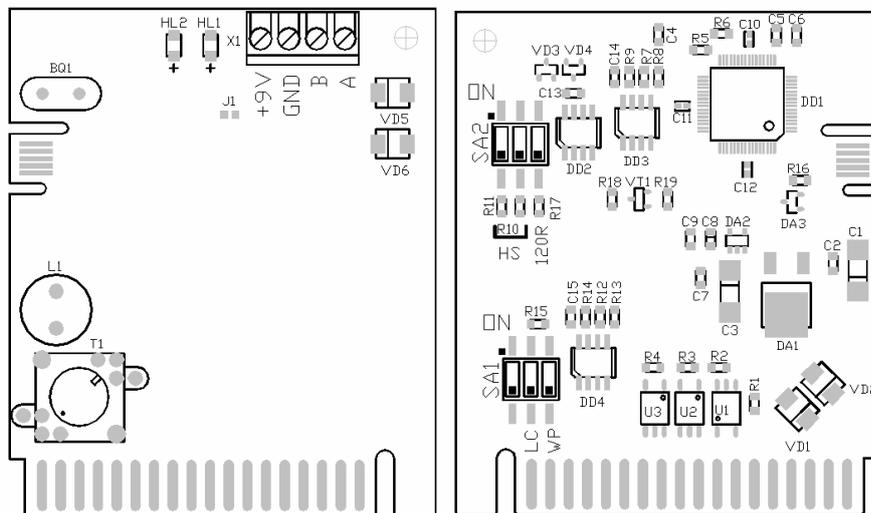

Рисунок 4.2. Лицевая и обратная сторона ПП RS485E.
- установите переключатель SA2-3 (см. Рисунок 4.2) в положение, соответствующее месту данного узла в линии связи интерфейса RS-485: положение "ON", если узел завершает линию; противоположное положение, если узел является промежуточным узлом линии. Остальные переключатели установите в соответствии с таблицей (Таблица 4.1) и требуемой задачей. Неиспользуемые переключатели должны быть установлены в положение «OFF»;